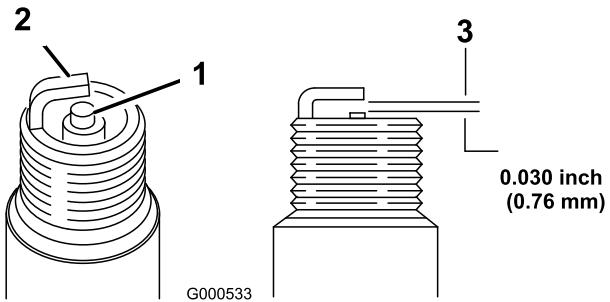

図 50
2. すきまゲージでエア・ギャップの点検を行い、隙間の大きさが適切でなければ側面の電極を注意深く曲げて調整する(図 50)。
1. 中央の電極部(図 50)を観察する。